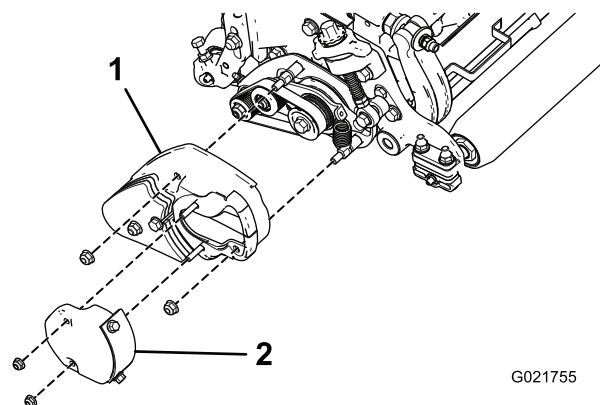

Figure 30
7. Veillez à ne pas serrer excessivement les écrous des couvercles (Figure 30).